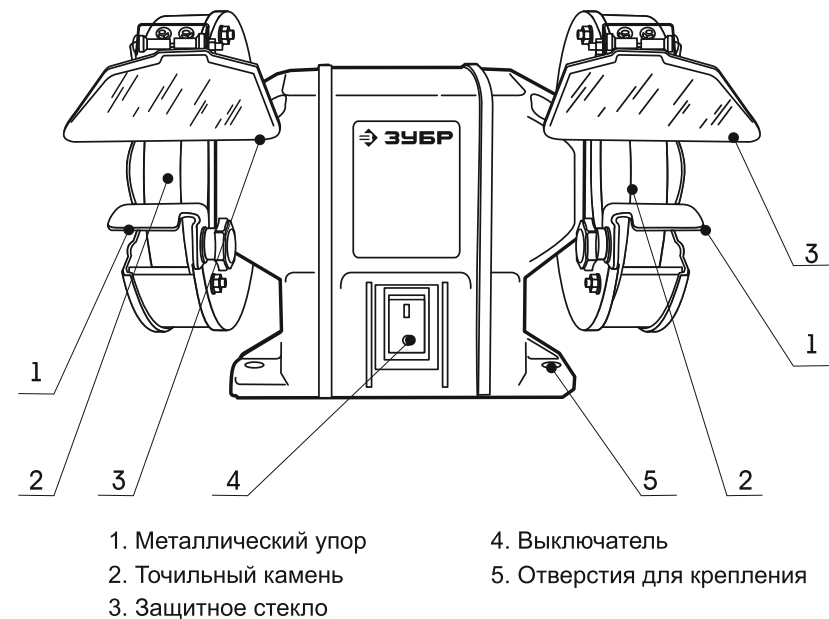

Рисунок 1.
4.11. Располагайте машину только на гладкой и ровной поверхности. При необходимости закрепите станок на столе используя отверстия крепления 5 (рис.1)